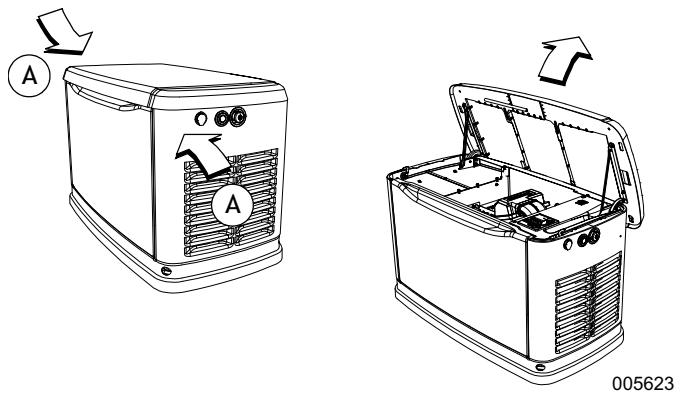

Рисунок 3-1. Местоположение бокового замка
См. Рисунок 3-1. Крышка закрывается на два замка (A), по одному с каждой стороны. Откройте защитную резиновую заглушку для доступа к замочной скважине, нажмите на крышку над боковым замком и отожмите защёлку, чтобы правильно открыть крышку.